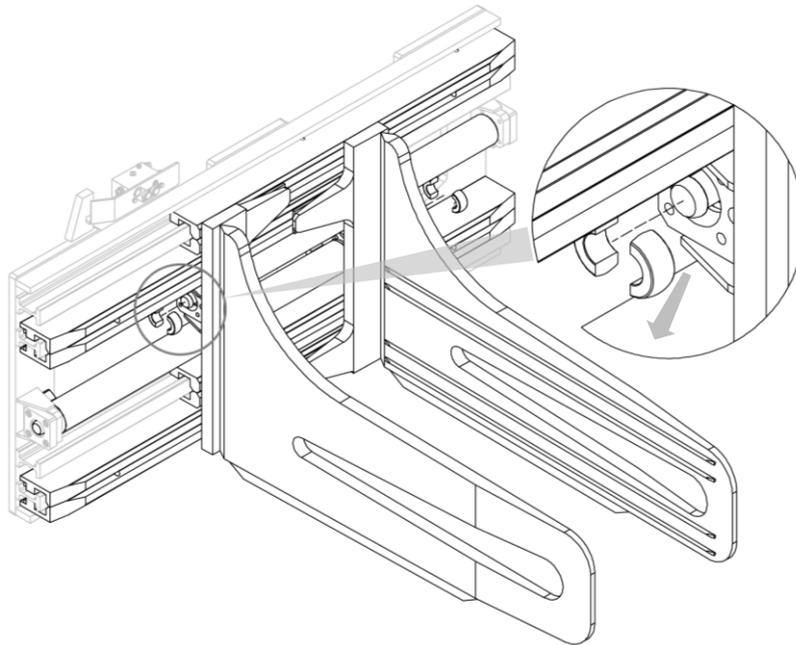

Figura 17
3. Retirar los collares de bloqueo (mira *Figura 17*).